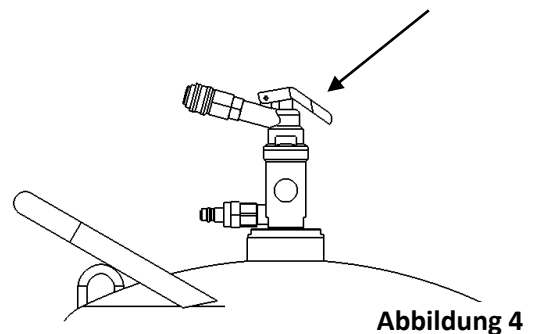

Abbildung 4
- Hebel am Absperrventil des Behälters (s. Abb. 4) drücken - der Tankinhalt wird abgesaugt.
- Hebel am Absperrventil des Behälters (s. Abb. 4) drücken - der Tankinhalt wird abgesaugt. Der Absaugvorgang kann an der Sichtstrecke des Absperrventils kontrolliert werden.
- Hebel am Absperrventil (s. Abb. 4) drücken, der Behälterinhalt wird zurückgetankt.
Hebel am Absperrventil ist nicht gedrückt	Hebel während des Absaug- bzw. Rücktankvorgangs betätigen (siehe Abb. 4)